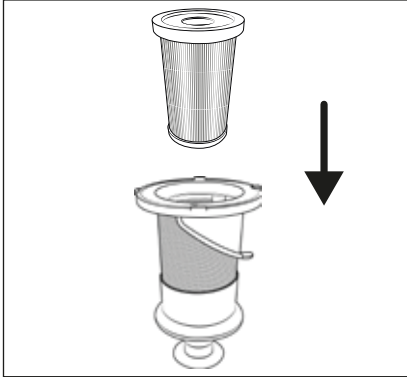

Rys. 21
- 6) Włóż filtr ze stali nierdzewnej **6** do pojemnika na pył **7** i dociśnij go do końca w dół (patrz rys. 21). Zwróć przy tym uwagę na różne rozmiary zaczepów na filtrze ze stali nierdzewnej **6**. Filtr ze stali nierdzewnej **6** może być dzięki tym zaczepom włożony do pojemnika na pył **7** tylko w jednej pozycji.